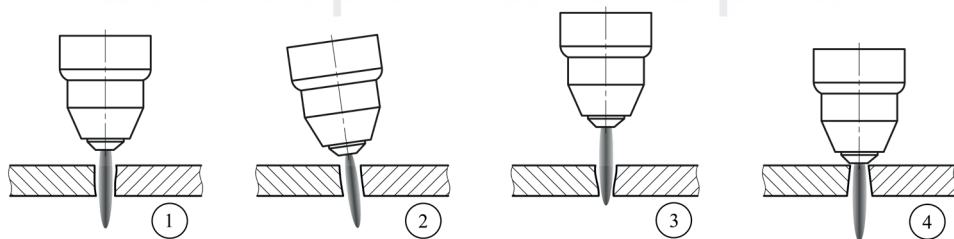

Рис. 7.5. Влияние угла наклона на качество реза.
- Угол наклона плазмоторона относительно разрезаемого металла (см. рис. 7.5).